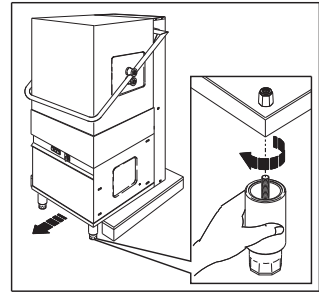

Bild 4
3. Die Maschine auf der Palette bis zur Freilegung von zwei der vier für die Anbringung der Stellfüße vorgesehenen Bohrungen verschieben (Bild 4).
Eins der zwei Stellfüße, mit denen die Maschine ausgestattet ist, fassen und die Schraube in eins der zwei freien Löcher einschrauben (Bild 4).
Zur Montage des zweiten Stellfußes mit derselben Vorgehensweise schreiten (Bild 4).